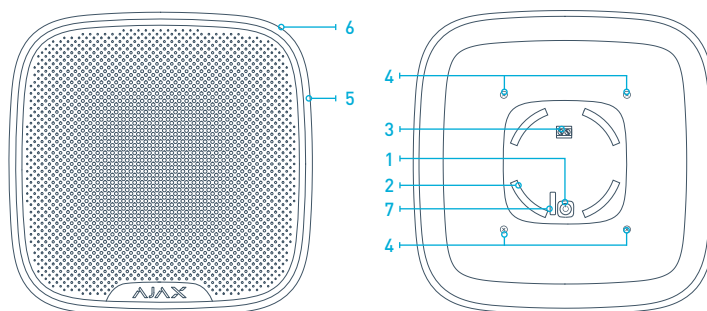
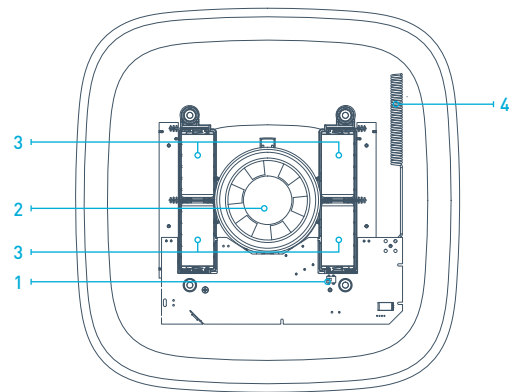

РИС. 1. Сирена
Рис. 3. Батарейный отсек
4.1 Перед установкой сирены обязательно нужно зарегистрировать ее в охранной системе Ajax. Для регистрации сирены необходимо в мобильном приложении Ajax или браузере зайти во вкладку «Устройства» и нажать кнопку «Добавить устройство», а затем выполнять подсказки мастера добавления устройств. В ходе процесса добавления устройства нужно будет включить сирену. Сирена включается/выключается зажатием кнопки «1» (РИС.1) на три секунды. В момент включения исправная сирена должна мигнуть всеми красными светодиодами «5» (РИС.1). Запрос на регистрацию в охранной системе передается только в момент включения сирены! Если регистрация сирены в охранной системе по какой-то причине не произошла, сирена после включения должна 6 раз мигнуть одним светодиодом «6» (РИС.1) с периодичностью раз в секунду, после чего автоматически выключается, быстро мигнув 3 раза всеми светодиодами. После этого сирену снова можно включать. Если сирена была удалена из списка зарегистрированных в охранной системе устройств, то она также мигает светодиодом 6 раз и затем автоматически выключается.
При вскрытии корпуса сирены тревога генерируется всегда и ее невозможно отключить в настройках сирены! При снятии задней крышки сирены для замены батареек, сначала выключите сирену кнопкой «1» (Рис.1), зажав ее на 3 с. При выключении сирена должна включить все светодиоды на 1 с а затем мигнуть ими 3 раза.
6.1 Когда сирена находится в режиме охраны, она сигнализирует об этом при помощи светодиода «6» (Рис. 1), кратковременно мигая им через каждые 30 секунд. По умолчанию функция мигания светодиода выключена, при желании ее можно включить в настройках сирены используя мобильное приложение или браузер.
8.2 Своевременно заменяйте батареи питания на новые! При разряде батарей сирена передает соответствующий сигнал на центральную сигнализацию. Также, когда батареи разряжены, постановка и снятие сирены с охраны сопровождаются одноразовым включением и плавным гашением светодиодного индикатора. Для замены батарей сначала в настройках сирены отключите тревогу на снятие, затем снимите сирену и выключите ее зажав кнопку включения на 3 секунды. После этого открутите 4 самореза «4» Рис.1 на тыльной стороне корпуса и снимите верхнюю крышку сирены. Замените 4 батареи «battery» (Рис. 3) на новые, типа CR123A, соблюдая полярность. После замены батарей обязательно проверьте работоспособность сирены!